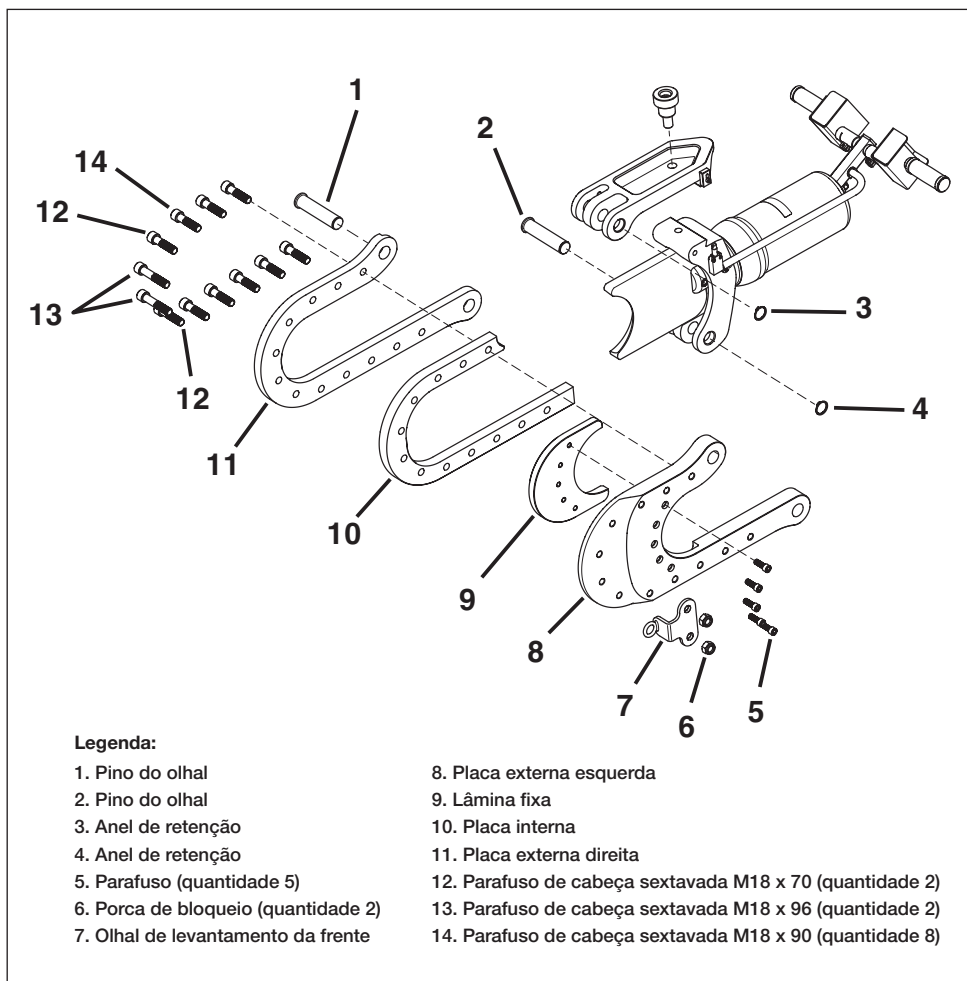

Figura 11, troca da lâmina fixa
Troque a lâmina fixa conforme descrito nos passos seguintes. Veja a Figura 11.
6. Remova o anel de retenção (Figura 11, item 4). Remova o pino do olhal (Figura 11, item 2) e do cabeçote de corte (Figura 11, itens 5-14).
7. Remova os dois parafusos de cabeça sextavada (Figura 11, item 13), porcas de bloqueio (Figura 11, item 6) e olhal de levantamento da frente (Figura 11, item 7).
8. Remova os dois parafusos de cabeça sextavada (Figura 11, item 12) e as oito parafusos de cabeça sextavada (Figura 11, item 14).
9. Separe a placa externa do lado esquerdo (Figura 11, item 8), placa interna (Figura 11, item 10) e placa externa do lado direito (Figura 11, item 11).
10. Remova os cinco parafusos da lâmina fixa (Figura 11, item 5) e a lâmina fixa (Figura 11, item 9).
11. Instale a nova lâmina fixa (Figura 11, item 9) na placa externa do lado esquerdo (Figura 11, item 8) com os cinco parafusos da lâmina fixa (Figura 11, item 5) e aplique um torque a 87 Nm [64 ft-lb]. Também aplique Loctite 243 ou equivalente.
12. Monte a placa externa do lado esquerdo (Figura 11, item 8), a placa interna (Figura 11, item 10) e a placa externa do lado direito (Figura 11, item 1) usando os oito parafusos de cabeça sextavada (Figura 11, item 14) e dois parafusos de cabeça sextavada (Figura 11, item 12). Aplique torque a 289 Nm [213 ft-lb].
13. Instale os dois parafusos de cabeça sextavada (Figura 11, item 13), o olhal de levantamento da frente (Figura 11, item 7) e as porcas de bloqueio (Figura 11, item 6) e aplique um torque de 289 Nm [213 ft-lb].
14. Fixe o cabeçote de corte (Figura 11, itens 5-14) ao corpo da ferramenta usando o pino do olhal (Figura 11, item 2) e anel de retenção (Figura 11, item 4).